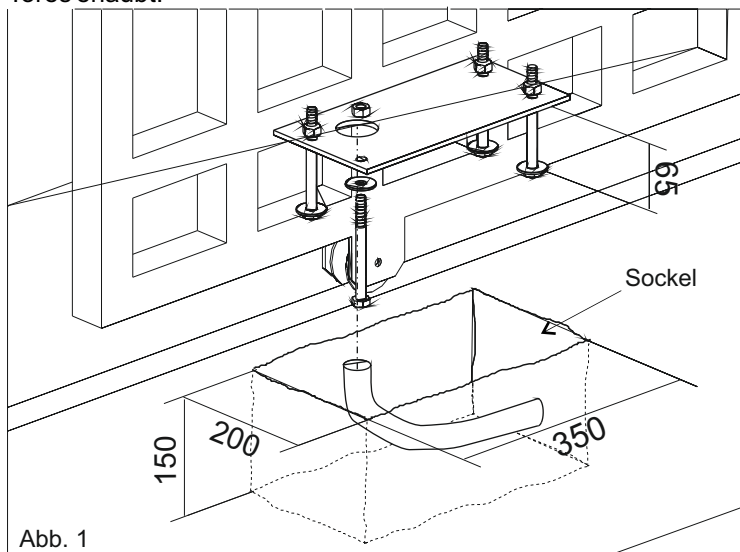

Abb. 1
**2.1.** Einen Zementausguss gemäß den vorgegebenen Maßen in Abbildung 1 vornehmen, in dessen Mitte eine Grundplatte und die Verankerungsbolzen eingemauert werden.